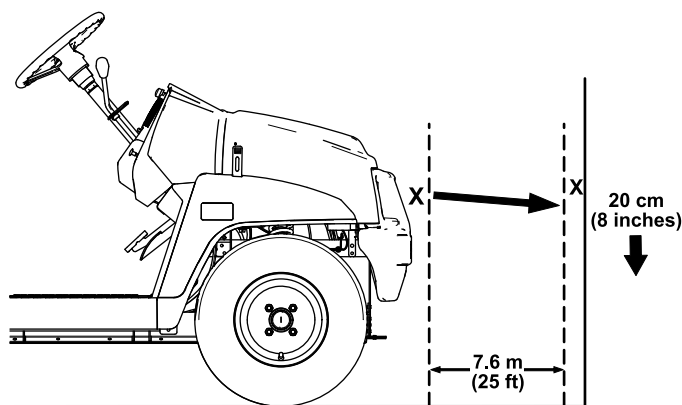

Figure 53
1. Garez la machine sur une surface plane et horizontale avec les phares à environ 7,6 m (25 pi) devant un mur (Figure 53).
La partie la plus brillante du faisceau doit se trouver 20 cm (8 po) en dessous du repère que vous avez fait sur le mur (Figure 53).